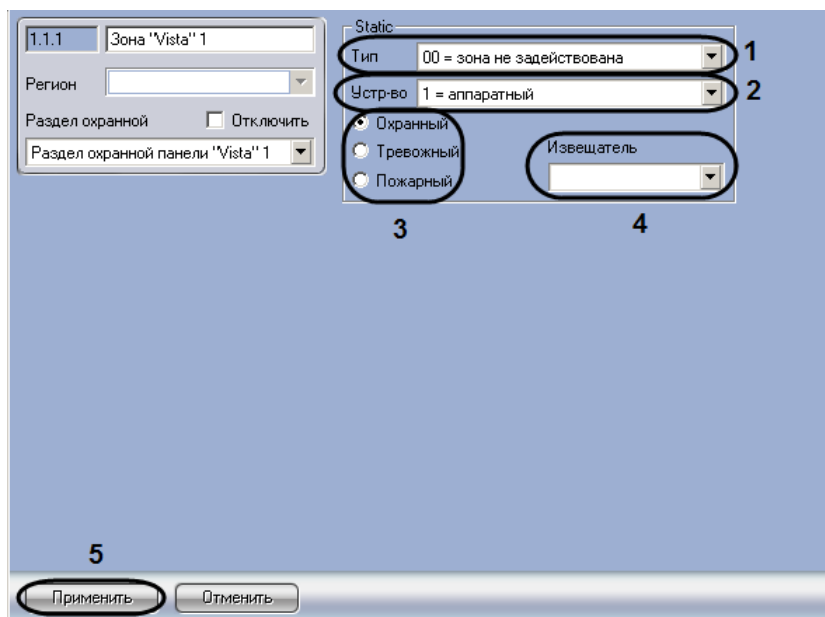

Рис. 3.3—2 Настройка шлейфа ОПС Vista-501
2. Из раскрывающегося списка **Тип** выбрать тип зоны панели Vista (см. Рис. 3.3—2, 1).